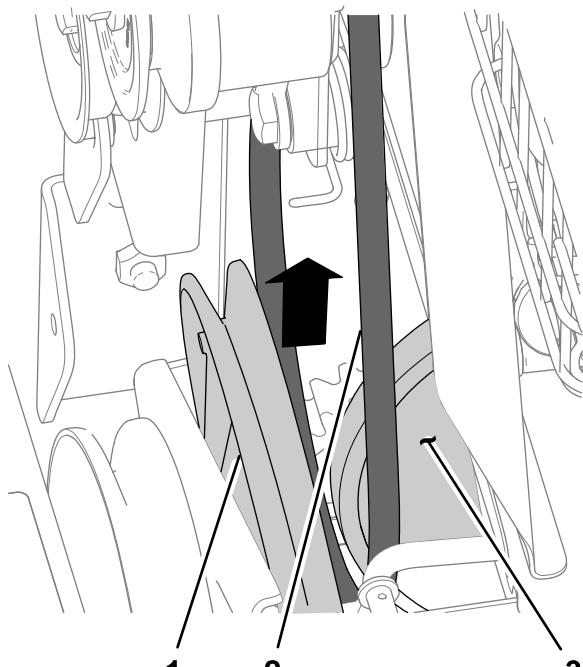

Рисунок 43
- Извлеките ремень тяги из канавки шкива привода тяги и вытяните его вверх между шкивом и фрикционным диском (Рисунок 43).
- Выровняйте ремень тяги между фрикционным диском и шкивом тяги (Рисунок 43).